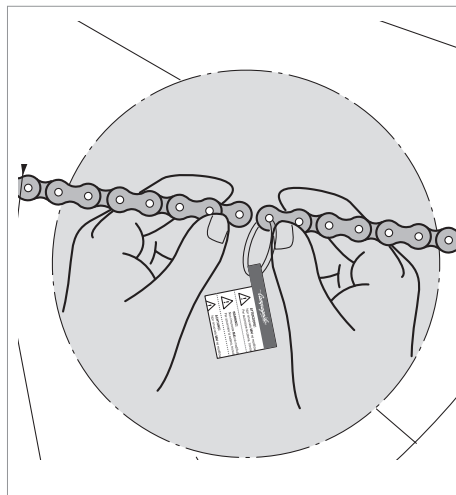

Abb.2
**!** Führen Sie alle folgenden Vorgänge an demjenigen Kettenende aus, an dem nicht das Kunststoffband und die Klebeetikette "Warning!" (Abb.2) angebracht ist und schneiden Sie auch dort die überzähligen Kettenglieder ab.